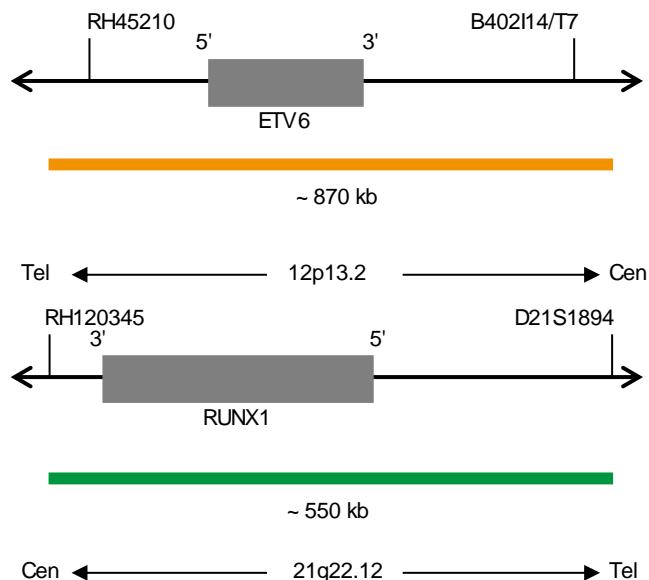

Abb. 1: Oben: SPEC ETV6 Sondenlokalisation; Unten: SPEC RUNX1 Sondenlokalisation (nicht maßstabsgetreu)
- ZyOrange (Anregung 547 nm/Emission 572 nm) markierten Polynukleotiden (~ 6 ng/ μ l), die gegen Sequenzen in 12p13.2* (chr12:11,586,400-12,454,330) gerichtet sind, welche die ETV6-Genregion enthalten (siehe Abb. 1).
- ZyGreen (Anregung 503 nm/Emission 528 nm) markierten Polynukleotiden ($\sim 12,0$ ng/ μ l), die gegen Sequenzen in 21q22.12* (chr21:36,106,492-36,657,941) gerichtet sind, welche die RUNX1-Genregion enthalten (siehe Abb. 1).